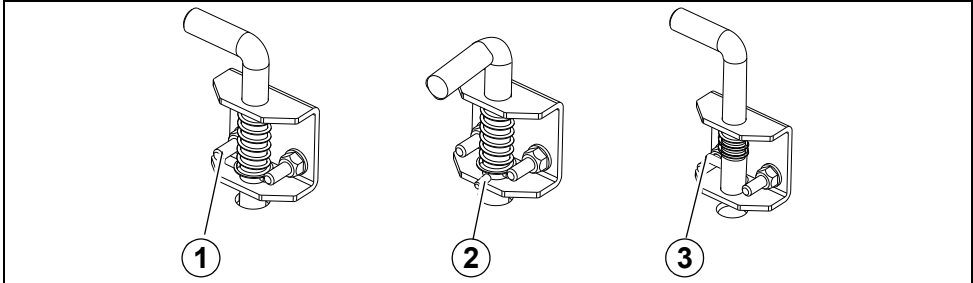
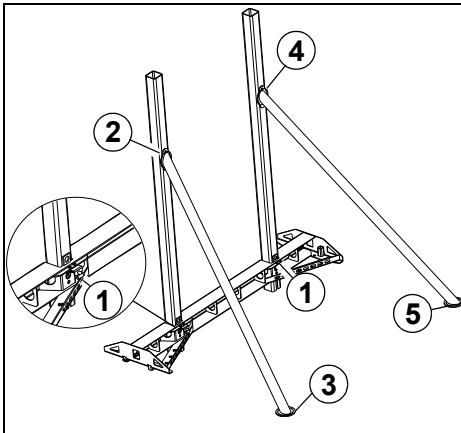

Bild 2 Verriegelungspositionen Sicherungsbolzen
Bild 4 Rungen und Streben
- 2 Sicherungsbolzen Querträger in Position 2 bringen (Bild 2/2).
- 4 Sicherungsbolzen Querträger in Position 1 (Bild 2/1) bringen.
- 5 Sicherungsbolzen für die Rungen (Bild 4/1) am Querträger in Position 2 bringen (Bild 2/2).
- 7 Linke Strebe in die Löcher der Runge einsetzen (Bild 4/2).
- ✓ Das untere Ende der Strebe (Bild 4/3) positioniert sich über dem entsprechenden Loch in der Rasterschiene.
- 11 Sicherungsbolzen für die Rungen in Position 1 bringen (Bild 2/1).
- 8 Rechte Strebe in die Löcher der rechten Runge einsetzen (Bild 4/4).
- ✓ Das untere Ende der Strebe (Bild 4/5) positioniert sich über dem entsprechenden Loch in der Rasterschiene.
- 9 Sicherungsbolzen für die Rungen (Bild 4/1) in Position 3 bringen (Bild 2/3), so dass die Rungen bis zum Anschlag im Querträger sitzen.
- 3 Sicherungsbolzen für die Rungen in Position 3 bringen (Bild 2/3).
- 6 Beide Sicherungsbolzen am Querträger in Position 3 bringen (Bild 2/3).